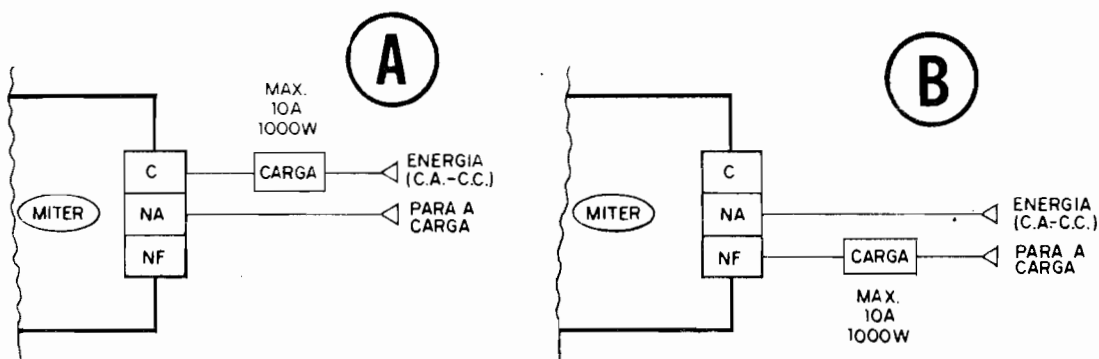

Fig.7
- FIG. 7 - EXEMPLOS E MAIS DETALHES DO "COMPORTAMENTO" DO MITER, EM SUAS VÁRIAS OPÇÕES... - Além das possibilidades de Temporização direta e reversa, em vários parâmetros (já explicado), as próprias características de "reversibilidade" dos terminais finais
Podem parecer um pouco confuso, à primeira leitura (texto referente à FIG. 7), porém basta um pouco de atenção e raciocínio, uma análise cuidadosa no diagrama do circuito (FIG. 1) e nas configurações possíveis (FIG. 2), além do suficiente conhecimento de como atuam os contatos reversíveis de um relé, para compreender em profundidade os "comportamentos" relacionados...!